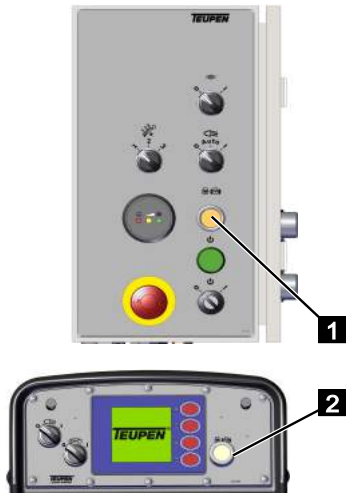

Fig. 73
3. Pour démarrer, appuyer sur le bouton lumineux sur le boîtier de commande (Fig.73/1) ou sur le pupitre de commande (Fig.73/2) pendant au moins 2 secondes.
4. Pour couper le moteur à combustion, appuyer sur le bouton lumineux sur le boîtier de commande (Fig.73/1) ou sur le pupitre de commande (Fig.73/2) jusqu'à ce que le moteur à combustion s'arrête.